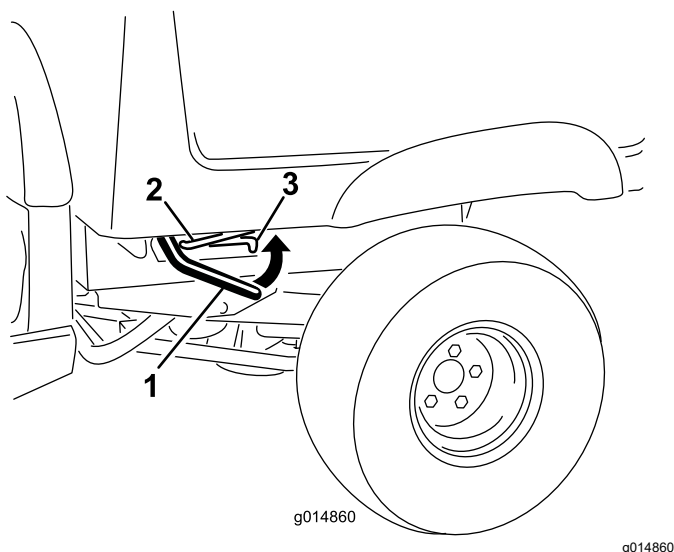

Figura 12
1. Com a alavanca em qualquer um dos lados da plataforma, eleve a plataforma (Figura 12).
1. Eleve ligeiramente a plataforma de carga elevando a alavanca de bloqueio (Figura 12).